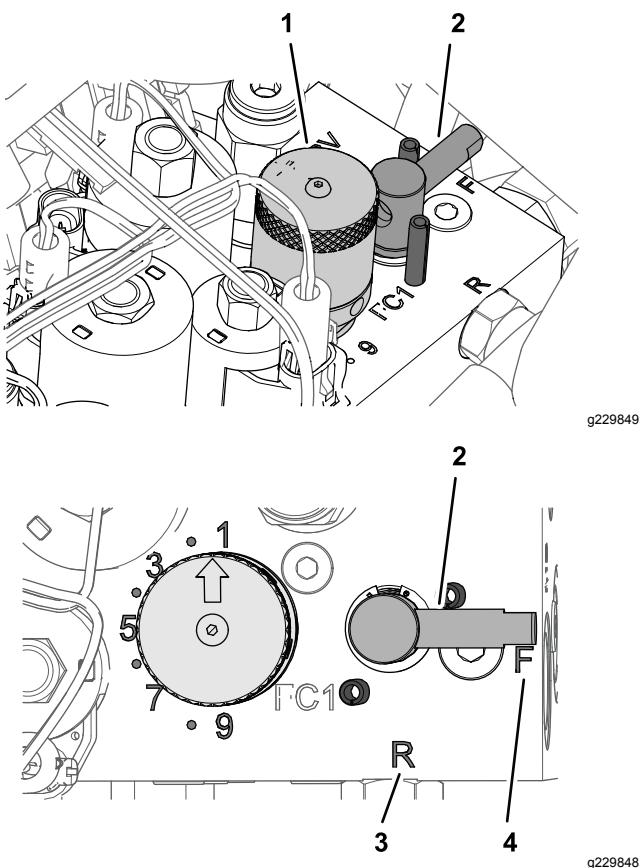

Figura 55
4. Gire la palanca de autoafilado a la posición R (Figura 55).
5. Gire el control de velocidad de los molinetes a la posición 1 (Figura 55).